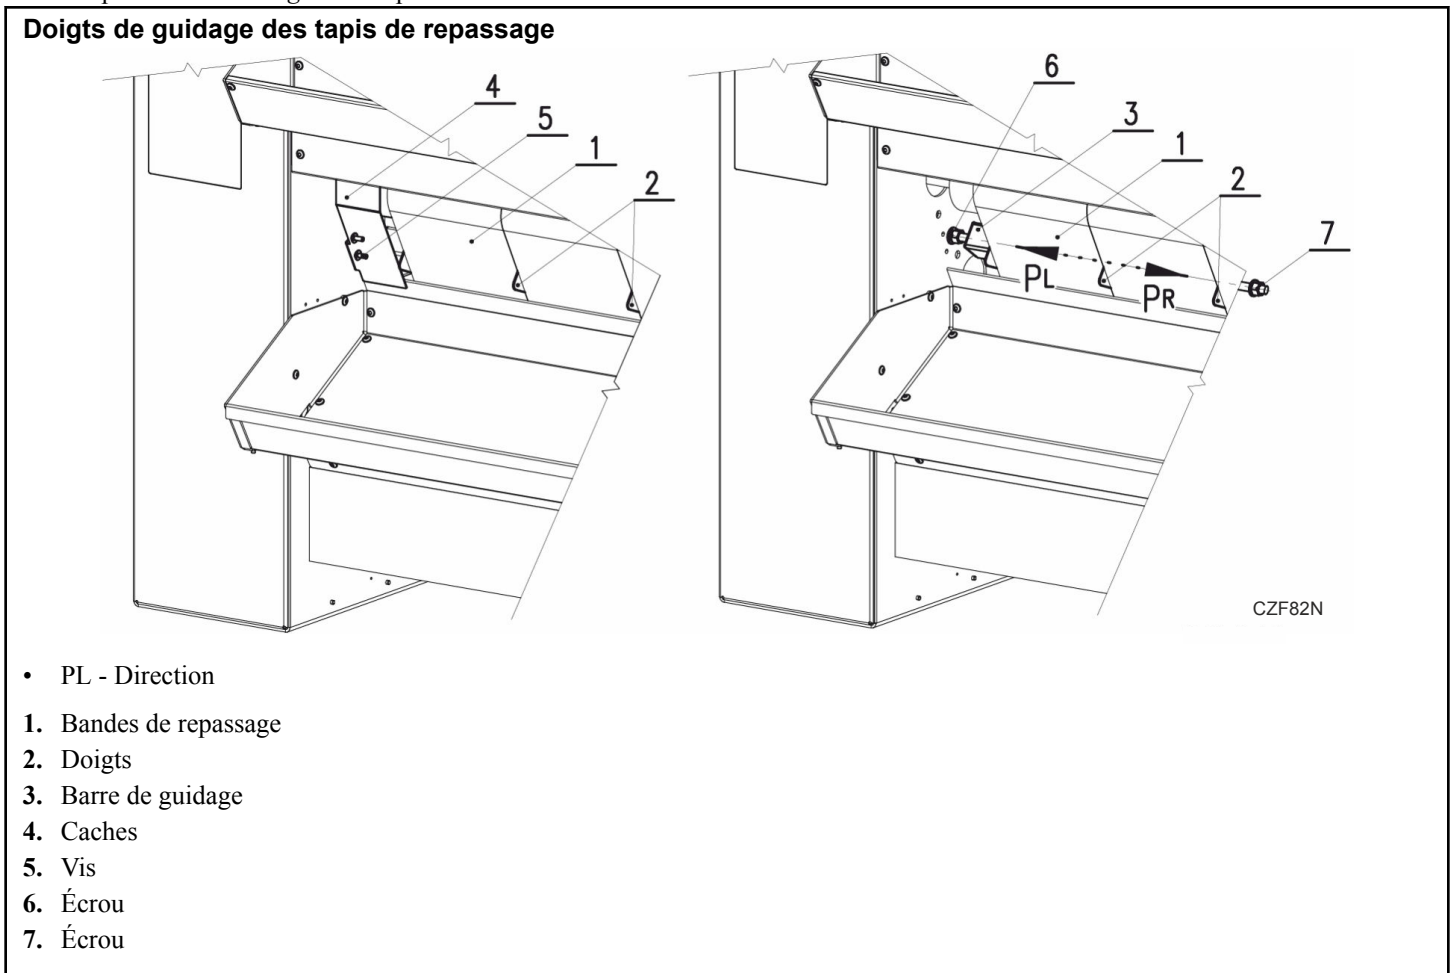

Figure 42
- Le mécanisme qui stabilise la position des tapis de repassage comprend la barre de guidage réglable (pos. 3) avec doigts de guidage (pos. 2) de *Figure 42*. La barre de guidage à doigts est représentée dans *Figure 42* – pos. 8 aussi.
- Les doigts (2) servent en même temps que les racloirs pour linge, quand le linge entre dans le caniveau de sortie.